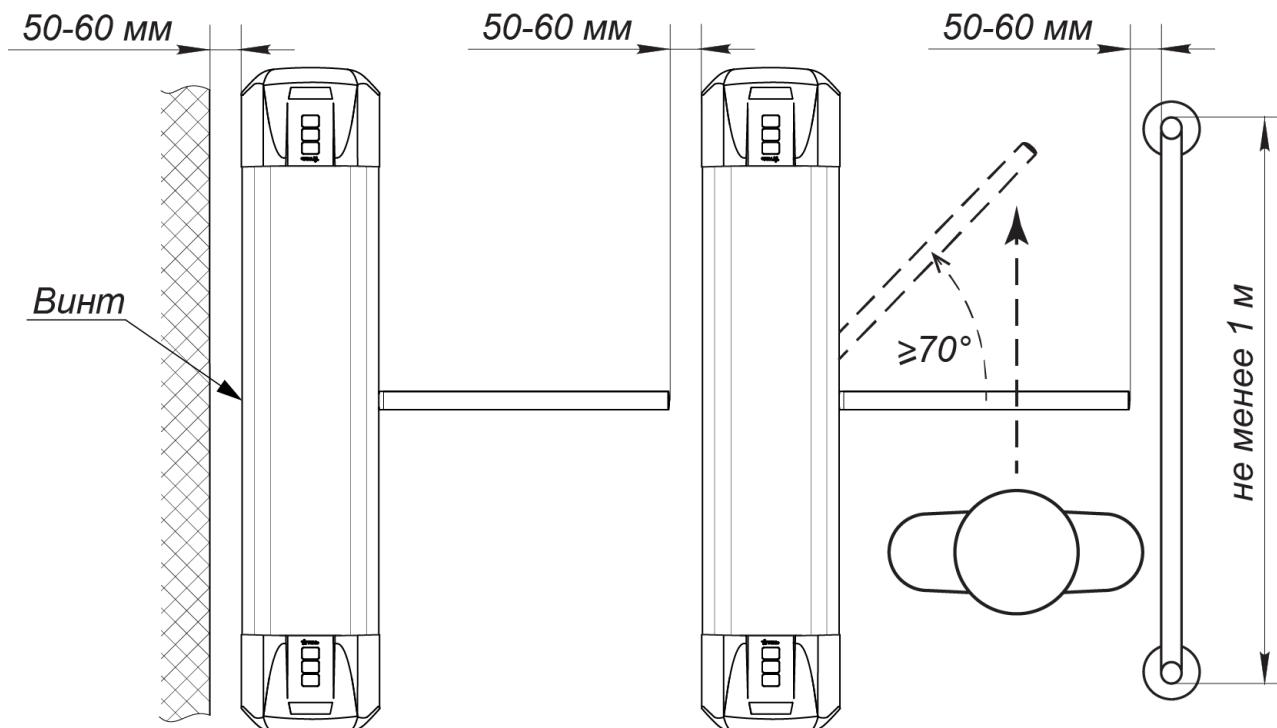

Рисунок 9. Рекомендации по организации зоны прохода
2. Ключом шестигранным SW2,5 через отверстие в задней стенке турникета выверните до упора винт установочный (18), фиксирующий крышку (3) (см. рис. 9).
3. Аккуратно поднимите крышку (3) вверх за заднюю кромку и, поворачивая в направлении планок преграждающих, снимите ее со стойки; при снятии крышки будьте внимательны, не повредите контроллер, расположенный под ней.
При проходе через турникет, в случае работы турникета под управлением контроллера СКУД, для регистрации события прохода необходимо осуществить поворот преграждающих планок на угол не менее 70°. Для обеспечения такого угла поворота при организации зоны прохода следуйте рекомендациям, приведенным на рис. 9.
При установке турникета необходимо оставлять зазор не менее 50 мм между задней стенкой турникета и стеной для обеспечения доступа к установочному винту (18), фиксирующему крышку (см. рис. 9).